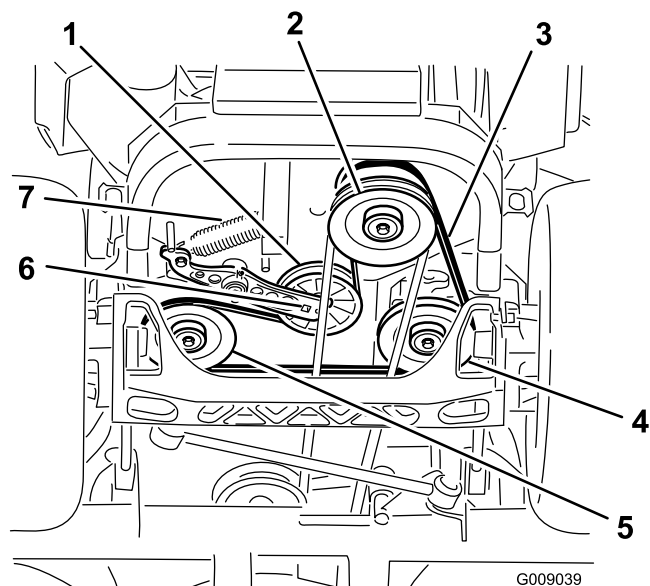

Figure 79
4. Soulevez la machine sur des chandelles (Figure 79).
5. Insérez un rochet dans le trou carré du bras de la poulie de tension pour déposer le ressort de la poulie de tension (Figure 79).
6. Débranchez le ressort de la poulie de tension du châssis (Figure 79).
9. Insérez un rochet dans le trou carré du bras de la poulie de tension pour installer le ressort de la poulie de tension sur le châssis (Figure 79).